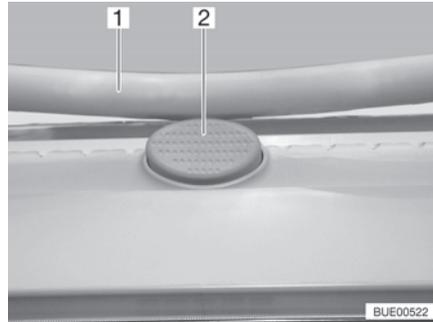

Fig. 53 Botón de seguridad (claraboya Heki)
- Pulsar el botón de seguridad (Fig. 53,2) y tirar el estribo (Fig. 53,1) hacia abajo con ambas manos.
- Presionar el estribo hacia arriba con ambas manos hasta que el estribo se encuentre encima del botón de seguridad (Fig. 53,2).